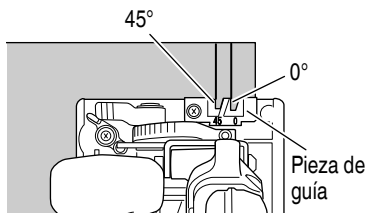
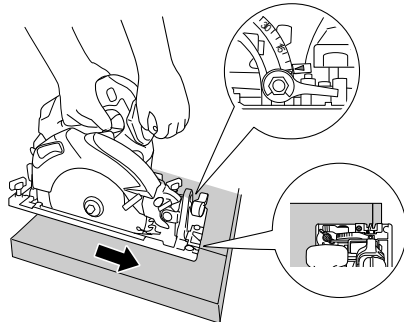
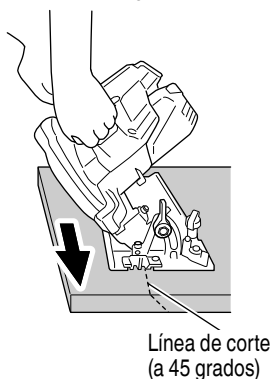

Fig. 30 <Vista superior>
Fig. 31
Fig. 32
- (1) Coloque la base sobre el material, alinee la línea previamente marcada y la hoja de la sierra con la muesca de la parte frontal de la base (Fig. 30).
- (2) Cuando la base no está inclinada, use el lado derecho de la muesca (Fig. 30, Fig. 31).
Si la base está inclinada (45 grados), use el lado izquierdo de la muesca (Fig. 30, Fig. 32).